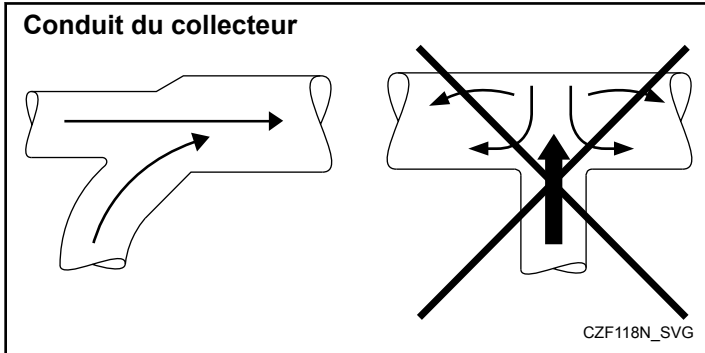

Figure 14
- Le conduit du collecteur doit être correctement orienté, voir *Figure 14*. Chacun des conduits de la repasseuse doit entrer dans le conduit du collecteur à un angle de 45° et être orienté dans le sens du débit.
REMARQUE : Le conduit de la repasseuse et le conduit du collecteur ne doivent jamais être reliés à 90°. Voir *Figure 14*. La pression de retour serait alors excessive et les performances en seraient affectées. **Ne branchez jamais directement deux conduits d'évacuation de repasseuse ensemble au même point d'entrée du conduit du collecteur.**